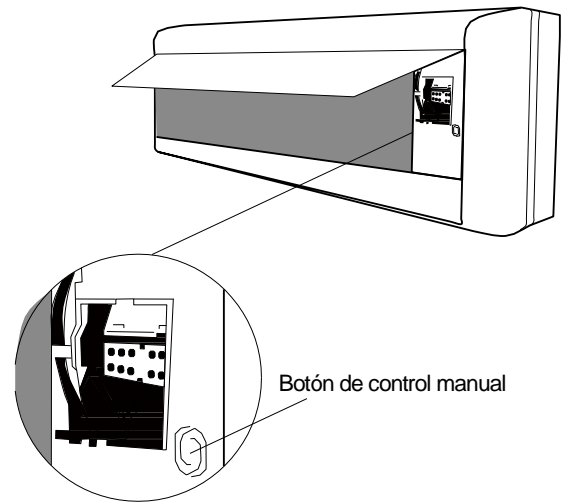

Fig.8.1
2. El botón de **CONTROL MANUAL** está ubicado del lado derecho de la unidad. Púlselo dos veces para seleccionar la función COOL. Vea la **fig.8.1**.